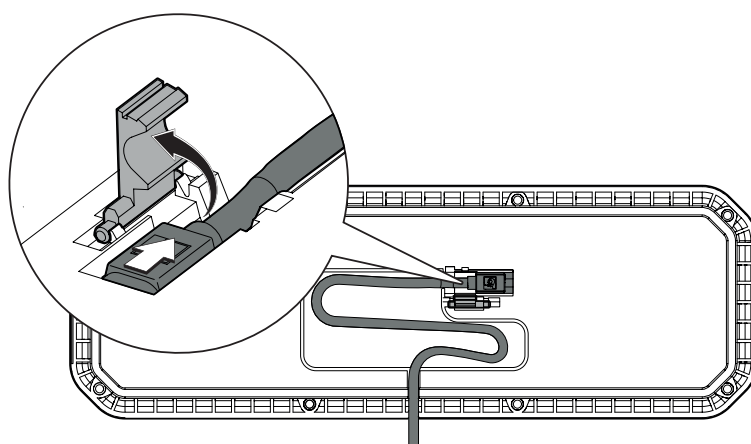

Figure 64. Déconnexion du contact
1. Dépliez le crochet de verrouillage du contact et débranchez-le. Voir Figure 64.